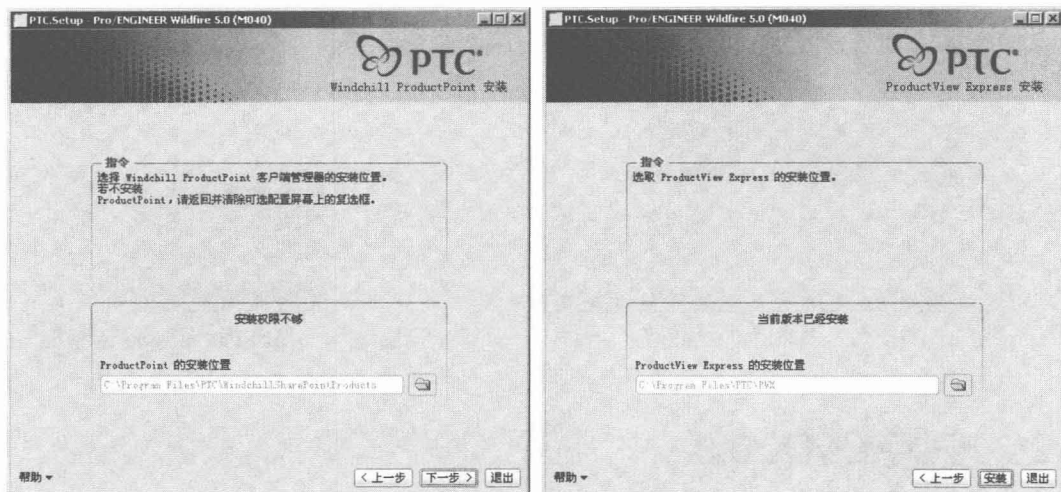
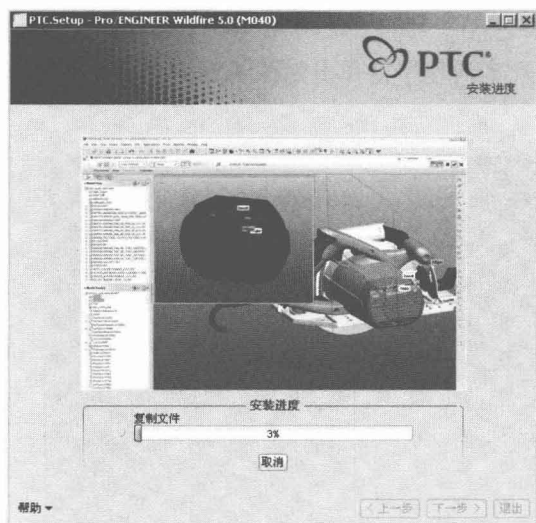
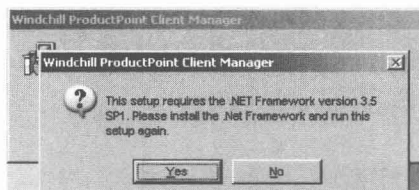

图 1-19 单击 **下一步 >** 按钮和 **安装** 按钮
图 1-20 显示安装进度
图 1-21 “Windchill ProductPoint Client Manager”对话框
- 13 依次单击 **下一步 >** 按钮和 **安装** 按钮安装程序，如图 1-19 所示。在开始安装软件时，系统会自动显示安装进度，如图 1-20 所示。在软件安装过程中，系统会弹出如图 1-21 所示的对话框，用户只需单击 **Yes** 按钮，程序即可继续安装，完成后将显示 100%，如图 1-22 所示。